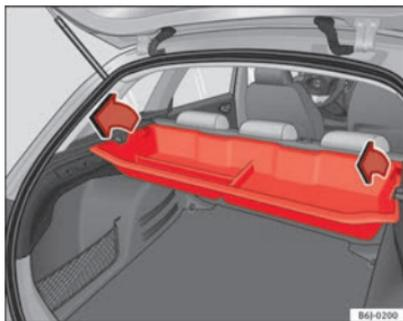

Fig. 96 Desmontagem da gaveta porta-objectos
- Extraia a chapeleira porta-objectos e puxe para cima pelas extremidades da gaveta porta-objectos ⇒ Fig. 96.